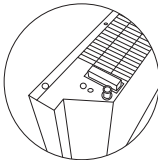

Fig. 4
Duke përdorur shasinë (vijinë veçmas), pasi keni studiuar figurën e fiksimit (fig. 4), instaloni pajisjen në dyshe:
1. Ktheni me kujdes konvektorin përmbys. (Fig. 4).